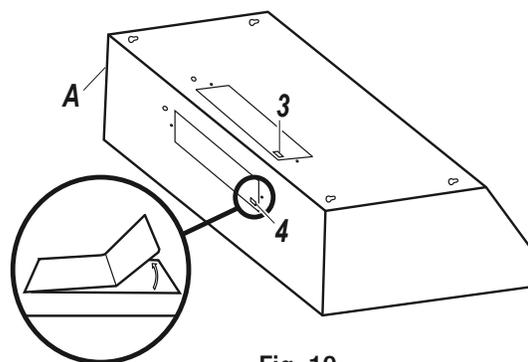

Fig. 10
- Choisir le disque défonçable de ventilation à retirer selon votre type d'installation. Utiliser le trou supérieur (3) pour une installation de ventilation par le dessus et le trou arrière (4) pour une installation de ventilation par l'arrière.
- Retirer doucement le couvercle (3 ou 4) du trou de ventilation approprié en utilisant un tournevis à tête plate ou une pince à bec effilé (voir Fig.10). Faire très attention de ne pas laisser de morceaux à l'intérieur de la hotte (A).